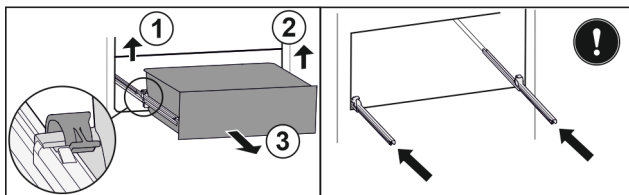

Fig. 188
- ▶ Linke Klemme anheben und gleichzeitig Schubfach links nach vorne ziehen. Fig. 188 (1)
- ▶ Rechte Klemme anheben und gleichzeitig Schubfach rechts nach vorne ziehen. Fig. 188 (2)
- ▶ Schubfach nach vorne entnehmen. Fig. 188 (3)